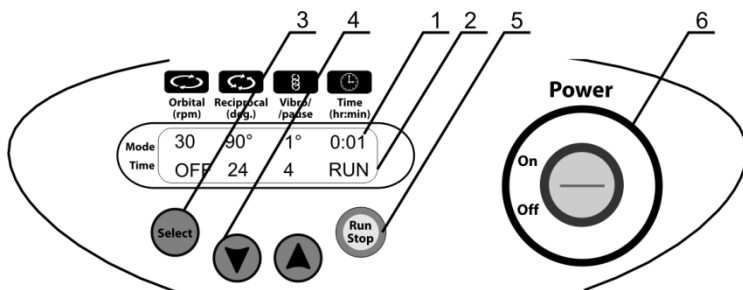

Fig.2. Pannello anteriore
- 4.1. Collegare l'alimentatore esterno alla corrente e accendere l'interruttore di alimentazione portandolo su On (Fig.2/6).
- 4.4. Premere il tasto Run Stop (Fig.2/5) per avviare il programma. La piattaforma comincerà a muoversi e sul display verranno visualizzati l' indicazione corrispondente "RUN" (fig.2/2) e i vari valori di tempo.
- 4.5. Se il tempo di funzionamento non è impostato e nell'indicatore del timer (Fig.2/1) compare "OFF", premendo il tasto Run Stop l'unità verrà avviata in modalità di funzionamento continuo e l'operazione potrà essere interrotta solo premendo nuovamente il tasto Run Stop .
- 5.1. Premere il tasto Select (Fig.2/3) per selezionare il parametro che si desidera modificare (ogni volta che si preme il tasto Select vengono attivati in successione i parametri). Il parametro attivo lampeggia. Utilizzare i tasti e (Fig.2/4) per impostare i valori desiderati (nota: tenere premuto il tasto per più di 2 secondi per modificare i valori più velocemente).